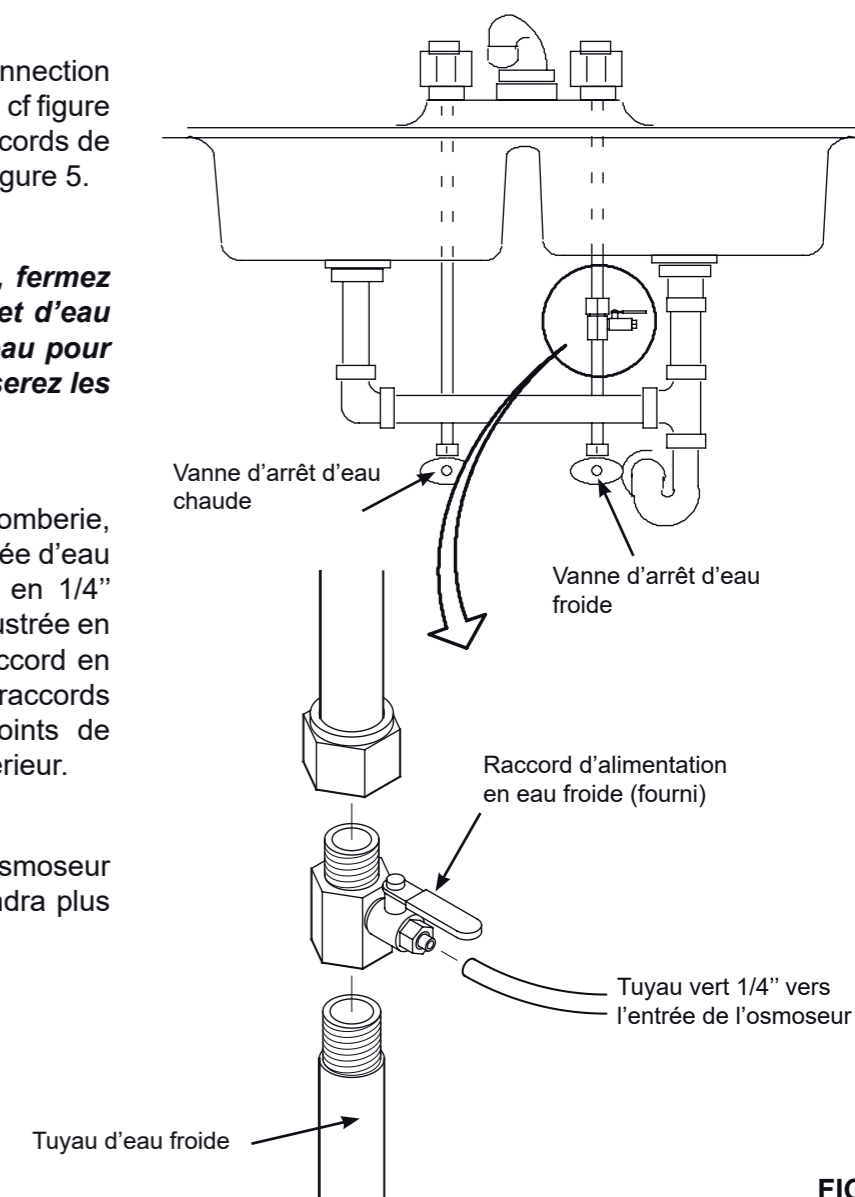

FIG. 5
1. Avant de commencer, fermez les robinets d'arrivée d'eau froide et d'eau chaude (cf Figure 5).
Le raccord doit comporter une connexion 1/4" (6.35 mm) au tuyau de l'osmoseur, cf figure 20. Une installation type, avec des raccords de plomberie standards est illustrée en Figure 5.
IMPORTANT: Avant de commencer, fermez les robinets d'arrivée d'eau froide et d'eau chaude (cf Figure 5). Utilisez un seau pour récupérer l'eau lorsque vous dévisserez les tuyaux.
En accord avec les normes de plomberie, installez un raccord sur le tuyau d'arrivée d'eau froide pour insérer ensuite un tuyau en 1/4" (6.35 mm). Une connexion type est illustrée en Figure 5. Vous pouvez utiliser des raccords en soudure ou filetés. Si vous utilisez des raccords filetés, assurez-vous d'utiliser des joints de tuyaux ou du Teflon sur le filetage extérieur.